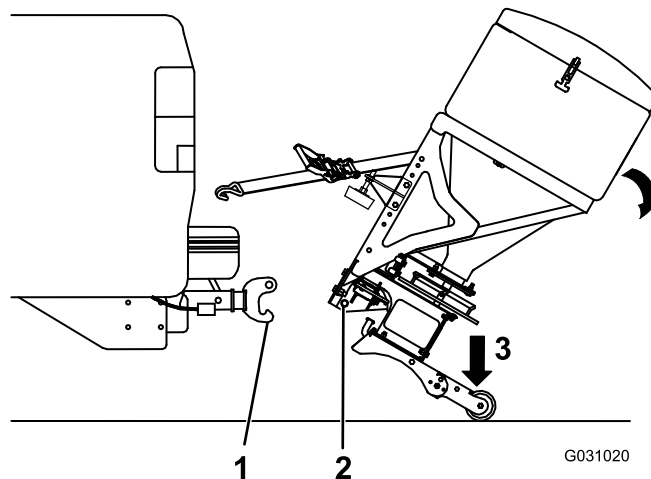

Figura22
- Țineți ferm de dispozitivul de împrăștiere și pășiți pe ansamblul piciorului pentru a-l roti înapoi până când știftul inferior al dispozitivului de atașare RT3 eliberează cârligul de pe cârligul RT3 (Figura22).